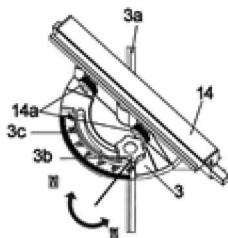

Fig.7
- > Gire la perilla de bloqueo del inglete (3b) en sentido antihorario para aflojarla (Fig. 7).
- > Ajuste el calibrador de inglete (3) al ángulo deseado mediante la escala del ángulo de inglete (13c).
- > Gire la perilla de bloqueo del inglete (3b) en sentido horario para apretarla (Fig. 7).